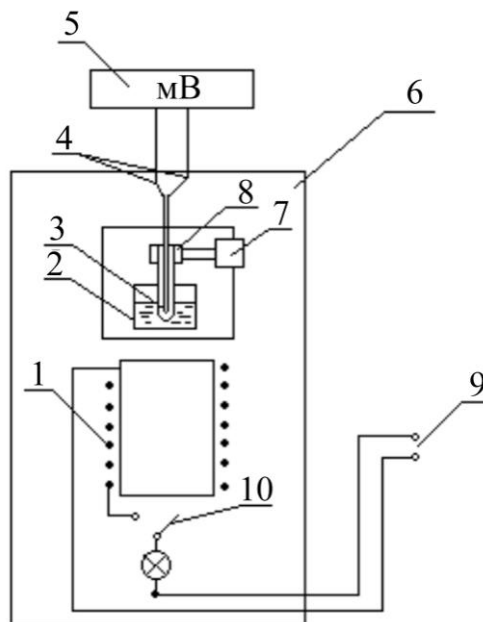

Рис. 1
В экспериментальной установке исследование олово помещено в стальную ампулу 2 (рис.1). Ампулу с оловом можно опустить в электрическую печь 1, либо – для охлаждения олова – поднять ампулу вверх. Положение ампулы фиксируется с помощью стопорного винта 7. Электрическое питание печи включается тумблером 10. Внутри ампулы находится металлическая трубка-чехол с дифференциальной хромель-копелевой термопарой, горячий спай которой 3 расположен в ампуле, а холодный спай 4 — на воздухе. Концы термопары через гнезда и медные провода соединены с милливольтметром 5, измеряющим возникающую термоэдс. Электрическая печь находится в модуле экспериментального стенда.
1. Отвернуть винт 7 ползуна 8 и аккуратно опустить ампулу 2 в печь 1 (рис.1).